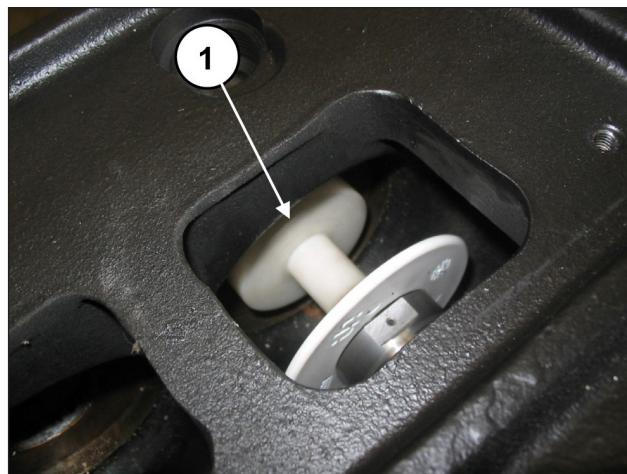

图 158
用手转动轴，令3个活塞逐渐处于上止点的位置，并将缓冲垫(代码27516600)插入活塞导承和活塞(位置①，图 158)之间。